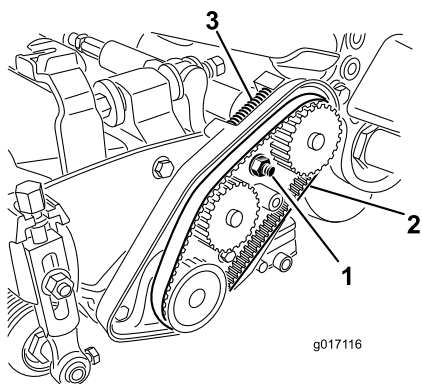

Bild 41
- A. Lösen Sie die Befestigungsmutter des Lagergehäuses (Bild 41).
- C. Entfernen Sie Rückstände aus der Riemenkammer und vom Bereich um die Druckfeder (Bild 41).